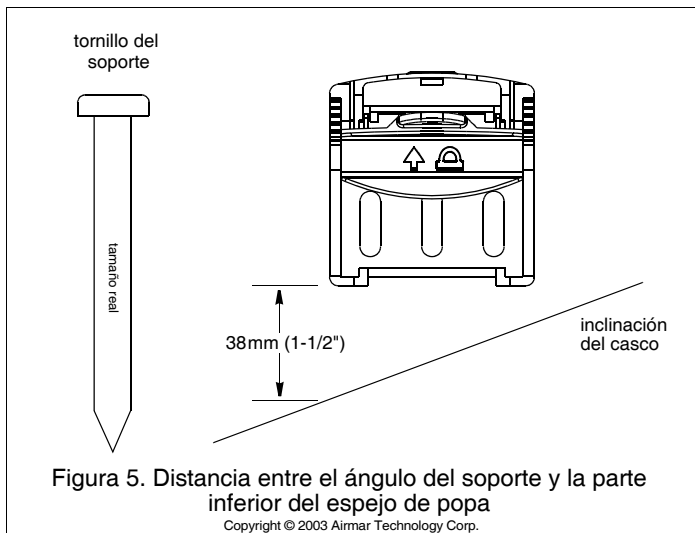

Figura 5. Distancia entre el ángulo del soporte y la parte inferior del espejo de popa
1. Aplique sellador marino a la rosca de los tres tornillos autorroscantes (núm. 10 x 1-3/4") para impedir que se filtre agua en el espejo de popa (figura 5). Rosque el soporte (con la cuña si es preciso) al casco. *No apriete los tornillos de momento.*